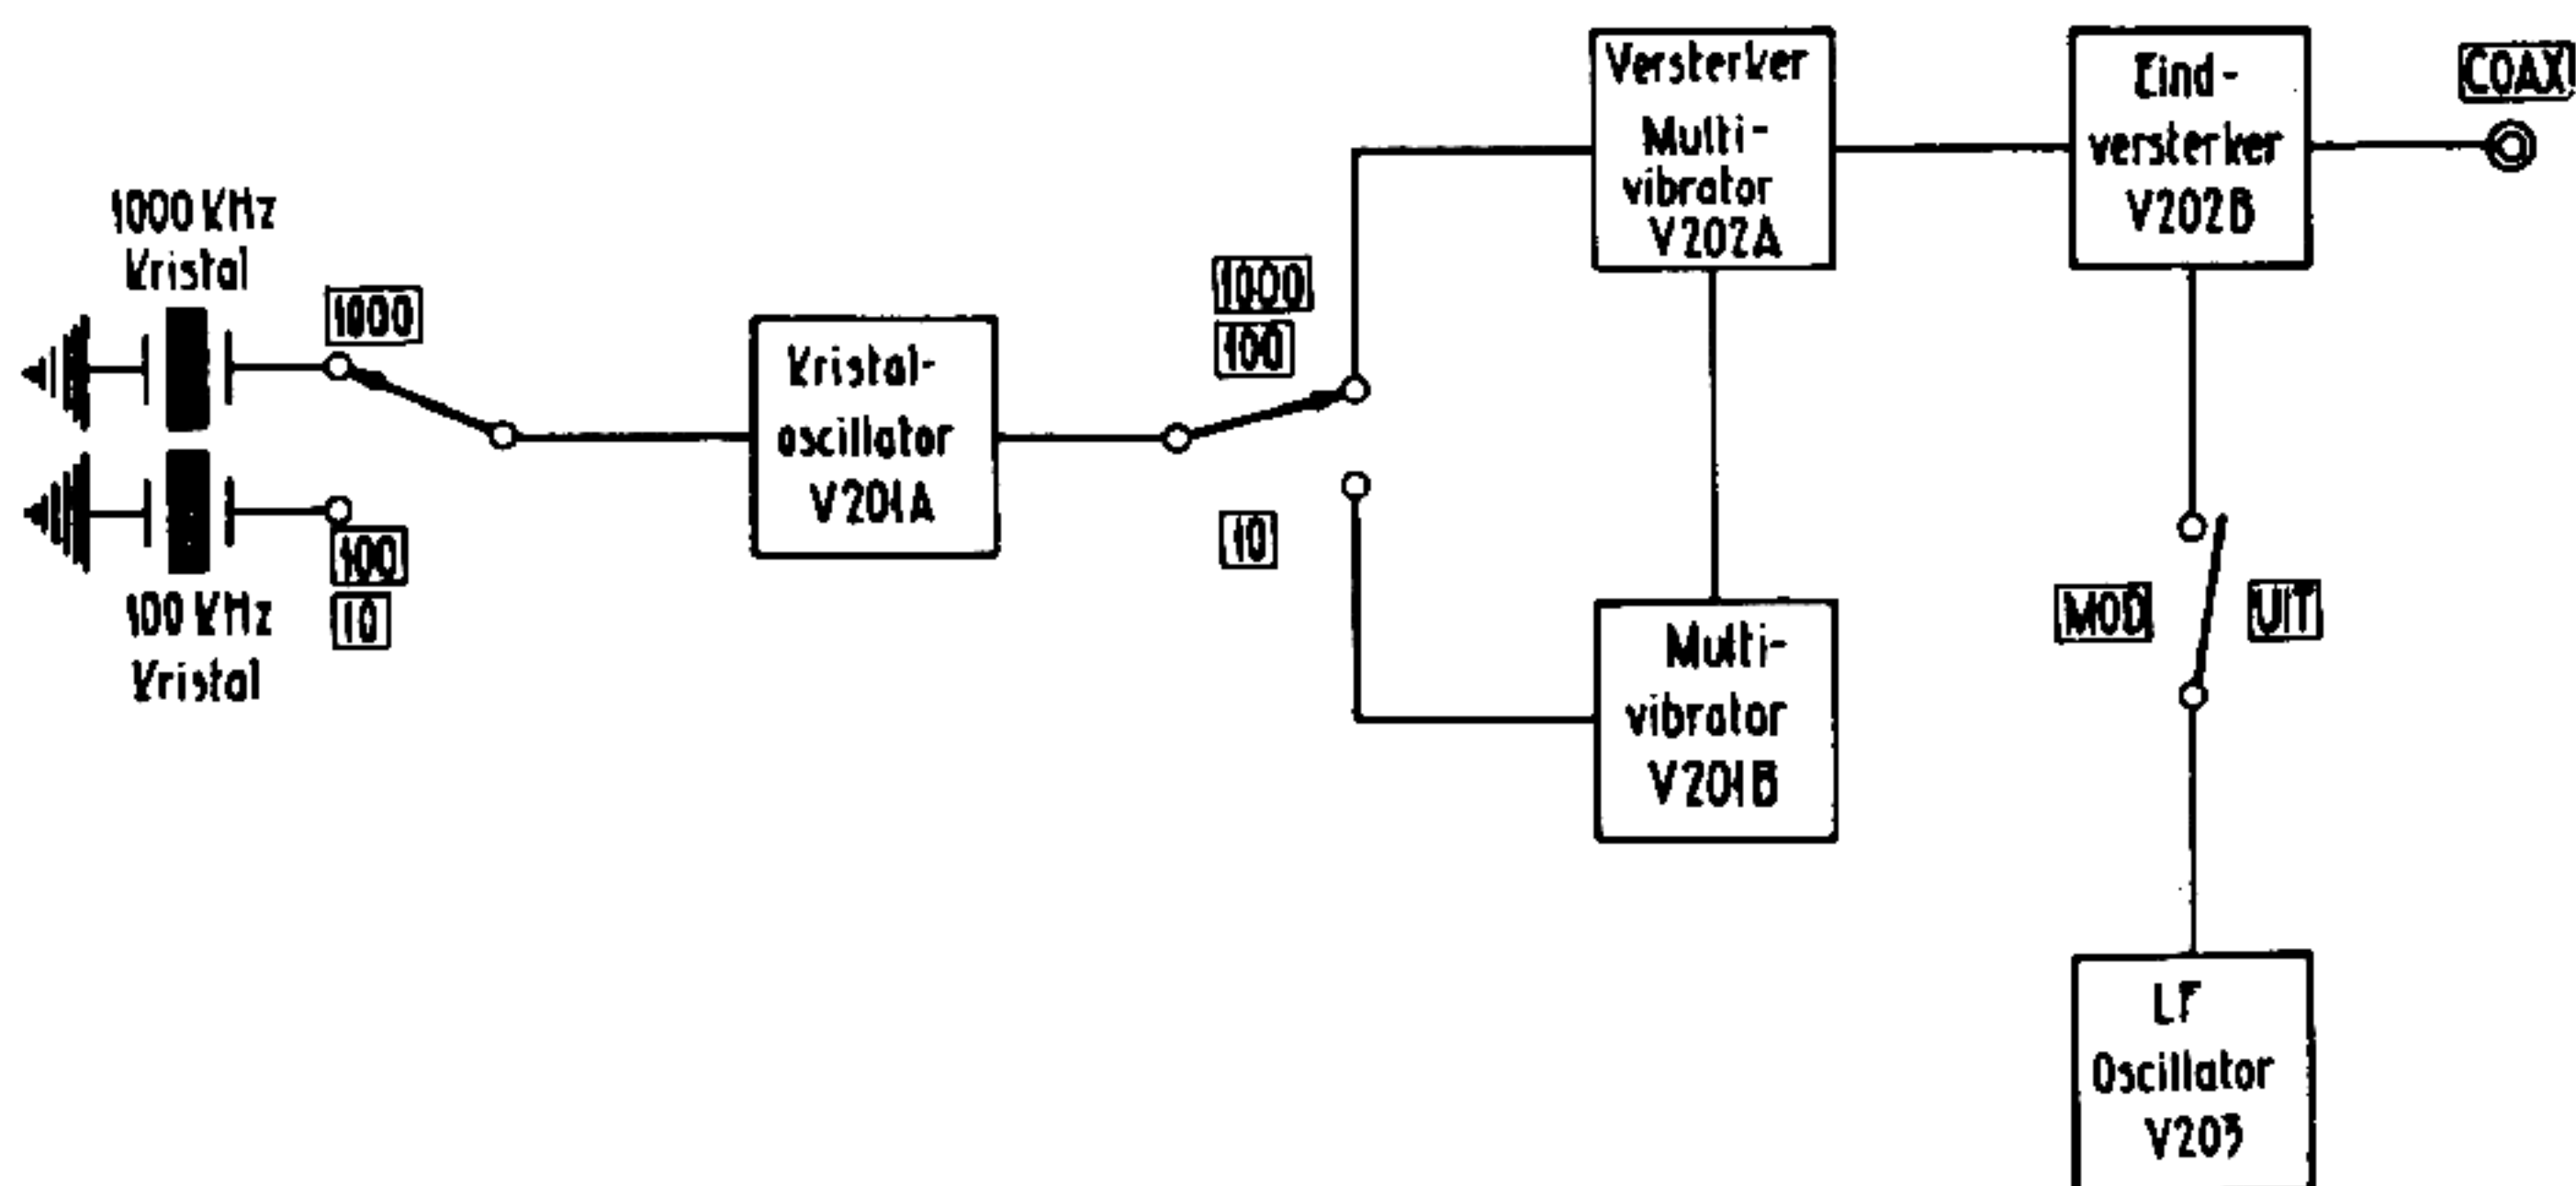

Fig. 10 Kristal-ijkoscillator SG-3007/GRC-3030, blokschema
4.3 Kristal-ijkoscillator SG-3007/GRC-3030 (zie fig. 10)